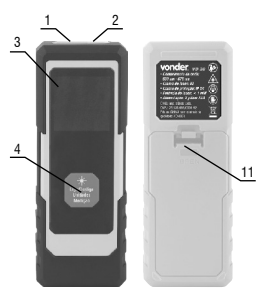

Fig. 1 – Componentes
- Pressione a trava (Fig. 1 - item 11) e abra o compartimento de pilhas;